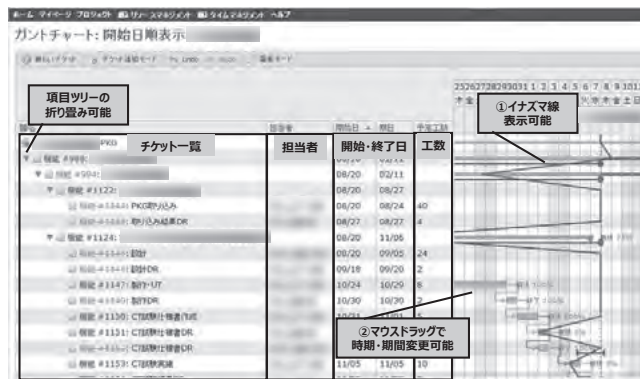

図3. 進捗確認、スケジュール見直しの省力化
Lycheeを活用することで、チケットを機能単位で集約できるようになると同時に、ガントチャートのイナズマ線の表示が可能になった。(図3の①)
さらに、ガントチャートをマウスで直接操作することで作業順序の入れ替えや、作業期間の見直しが容易(図3の②)になったこと、ガントチャート上で担当者のチケットの情報を変更できるようになったことから、スケジュール見直しの省力化を実現できた。